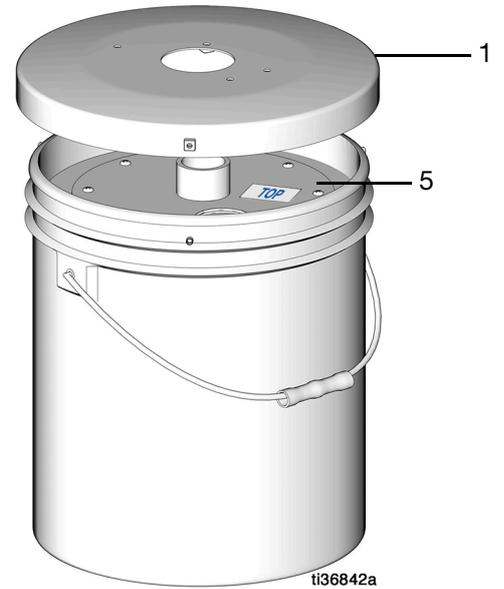

図 6
6. 従動プレート (5) の上部にドラムカバー (1) を配置してください (図 6)。